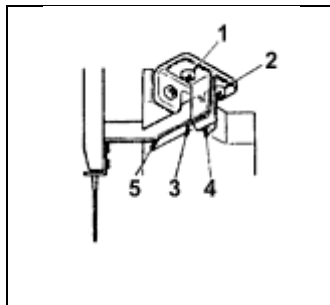

Fig. 33
Para ajustar a força de retenção do puxador do passa fio da agulha folgue os parafusos (1) e (2), Fig. 33, e ajuste a pressão das molas do puxador do passa fio da agulha (3) e (4) contra o puxador do passa fio da agulha (5).